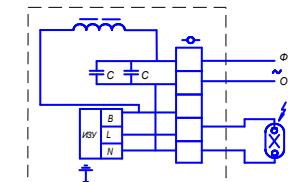

Рис.. 2
8.2 Для подключения аппарата к сети и лампе нужно: а) снять крышку, отвернув винты; б) пропустить кабели через ниппели и произвести монтаж согласно схемы, указанной на рис.2; в) установить крышку в первоначальное положение, завернув винты.